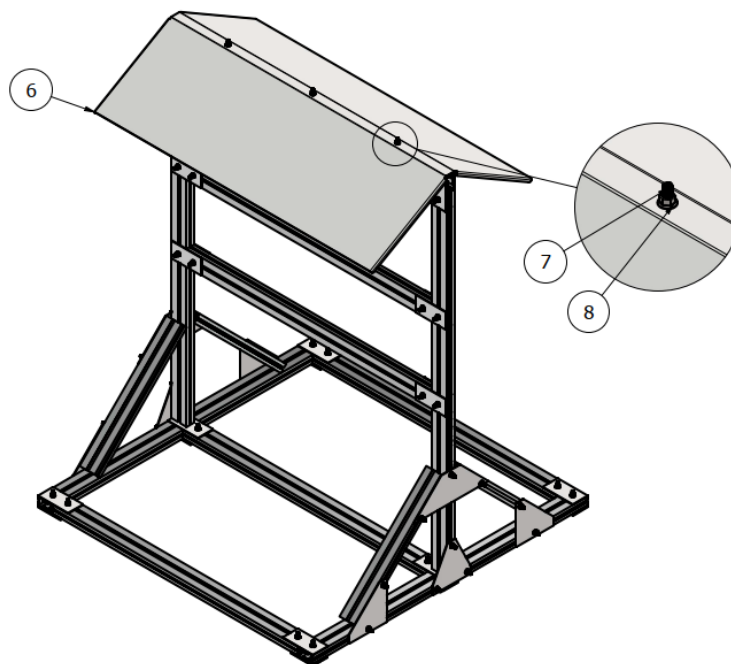

RYS. 9 Montaż poprzeczek
9. Przykręcić poprzeczki 1.2 przy pomocy łączników 2 zgodnie z rys.9.